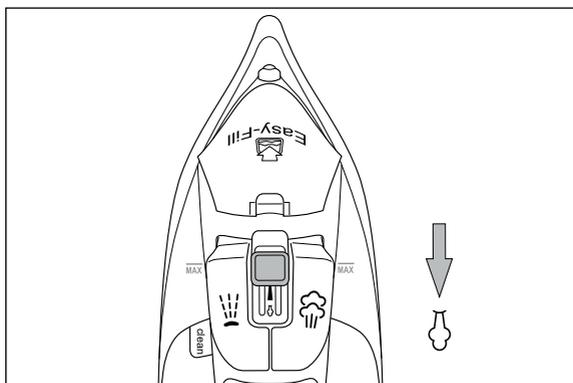

Fig. 1
- 3) Faites glisser le régulateur de vapeur **3** jusqu'en bas sur la position  (plus de vapeur) (voir fig. 1).